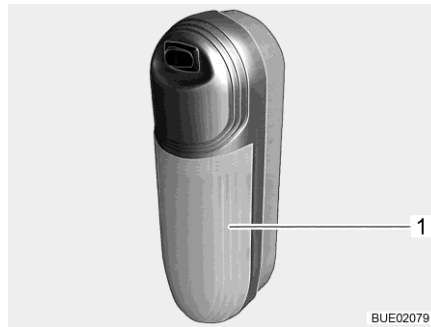

Bild 317 Påbyggnadslampa
- Transparent kåpa (Bild 317,1) lätt att dra ur från kontakten och ta bort.